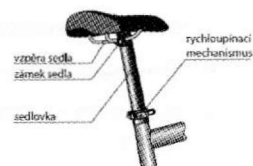

Abb. 1
- Befestigen Sie das Sattel durch Anziehen der Schraube der Sattelklemme (9–14 Nm). (Abb. 1 – Einstellung der Sattelhöhe)